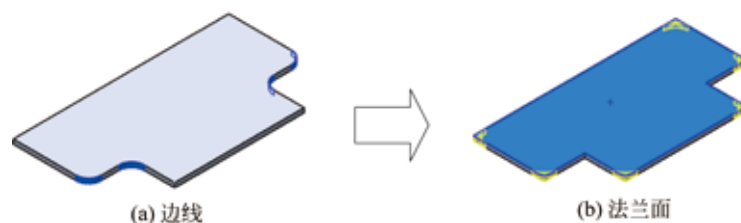

图 5.209 断裂边角
- 文本框：用于选择要断开的边角边线或法兰面。可同时选择两者，效果如图 5.209 所示。